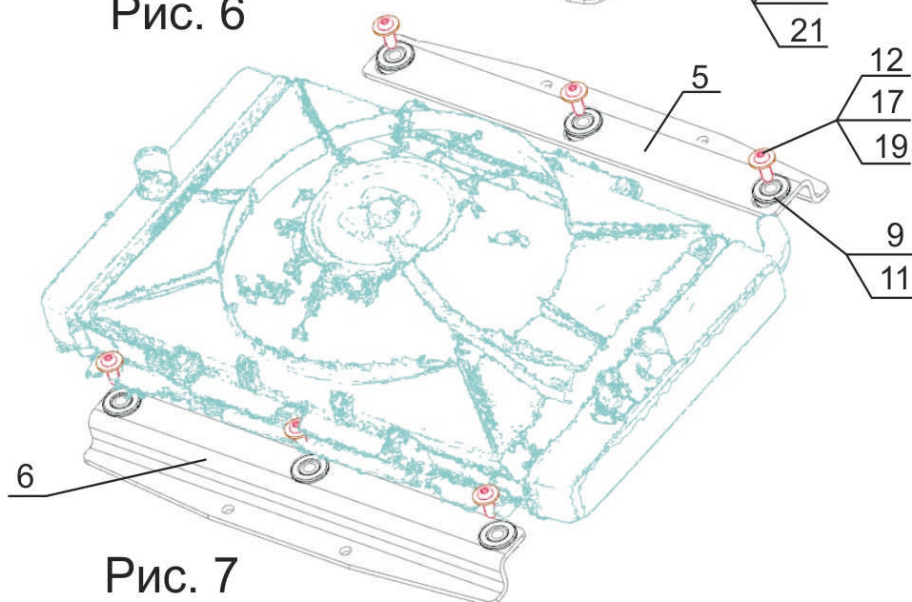

Рис. 7
2. Установить резиновые втулки поз. 11 совместно с металлическими втулками поз. 9 в отверстия кронштейнов поз. 5 и 6. Закрепить радиатор к кронштейнам поз. 5 и 6 винтами М6х20 поз. 12, гайками М6 поз. 17, шайбами поз. 19 через установленные втулки. Кронштейн с овальными отверстиями должен располагаться в верхней части (рис. 7).